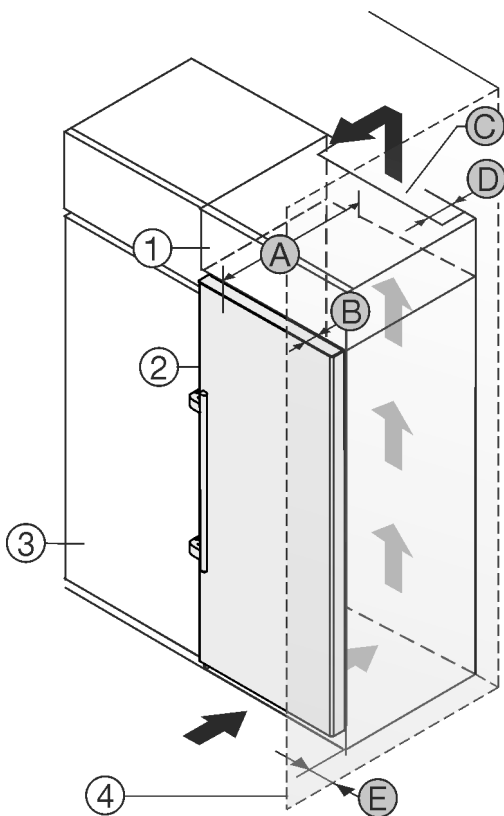

Fig. 2
Ви можете встановити пристрій безпосередньо поряд із кухонною шафою Fig. 2 (3).*
Зі зворотного боку шафи для встановлення на пристрій слід передбачити вентиляційну шафу завглибшки Fig. 2 (D) на всю ширину цієї шафи.*
Слід дотримуватись вентиляційного отвору Fig. 2 (C) в стелі приміщення.*
Якщо пристрій із шарнірами встановлюється поряд зі стіною Fig. 2 (4), відстань між пристроєм та стіною повинна бути не менше 57 мм . Це відповідає необхідній відстані для ручки після відкривання дверцят.*
Щоб мати можливість повністю відкривати дверцята, потрібно, щоб пристрій виступав на відстань глибини дверцят Fig. 2 (B) відносно передньої панелі кухонної шафи. Залежно від глибини кухонних шаф Fig. 2 (3) та використання пристінних розпірок пристрій може ще більше виступати вперед.*